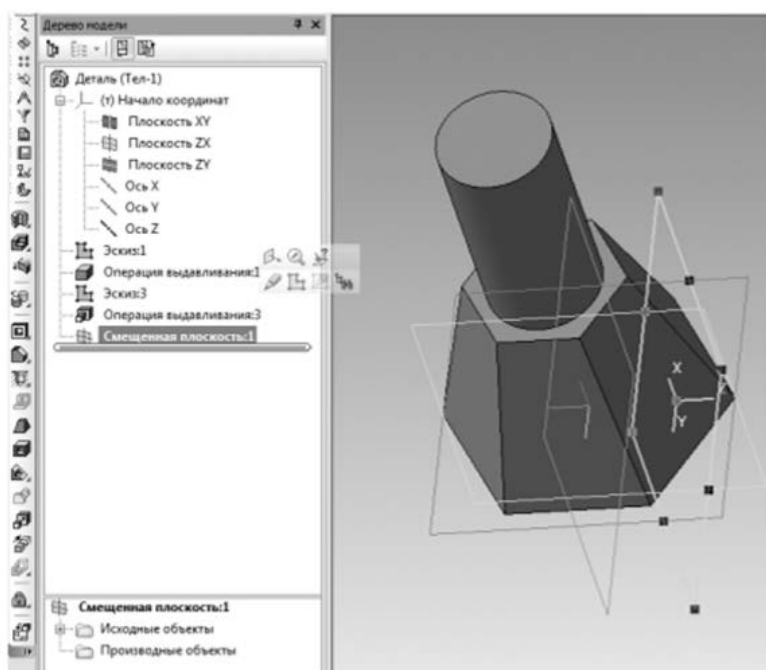

Рис. 7.3-Операция «Смещенная плоскость»
- 5. Выдавливание прямоугольной бобышки с помощью команды «Смещенная плоскость». Плоскость построения прямоугольника параллельна координатной плоскости *ZY* и удалена от нее на 15 мм по оси *OX*. Воспользуемся командой *Смещенная плоскость* на панели *Вспомогательная геометрия* (рис. 7.3).